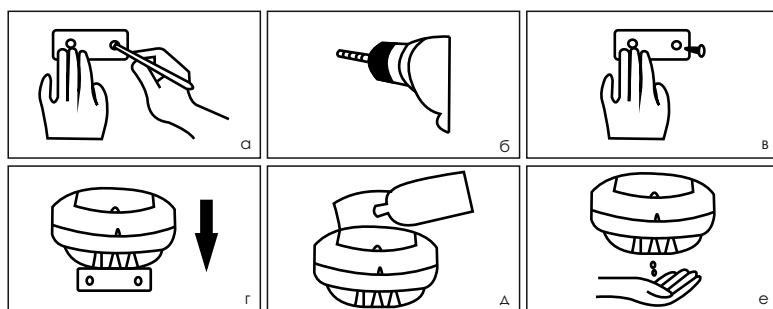

Рисунок 2
3. Поместите руку под прибор (5–10 см.). Включится подсветка синего цвета, определяющая зону правильного расположения рук для срабатывания ИК-датчика и выдачи средства. При выдаче средства будет произведен звуковой сигнал и загорится световой индикатор на корпусе. При первом использовании необходимо несколько раз поднести руку к сенсору, прежде чем появится средство (Рисунок 2е).
1. Приложите установочный шаблон к выбранному месту на стене (Рисунок 2а).
2. Просверлите два отверстия диаметром по 5 мм и вставьте в отверстия дюбели (Рисунок 2б).
3. Прикрутите установочную пластину к стене (Рисунок 2в).
4. Поместите 4 батарейки в отсек для батареек тип АА с учётом полярности. Установите дозатор на монтажную пластину (Рисунок 2г).
5. Откройте крышку корпуса и наполните контейнер необходимым средством (Рисунок 2д).